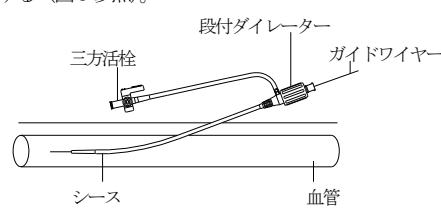

図3
- 9. 一体化したシース・段付ダイレーターを、外部に出ているガイドワイヤーに通して、できるだけ皮膚と平行になるようにして血管内に挿入する(図3参照)。